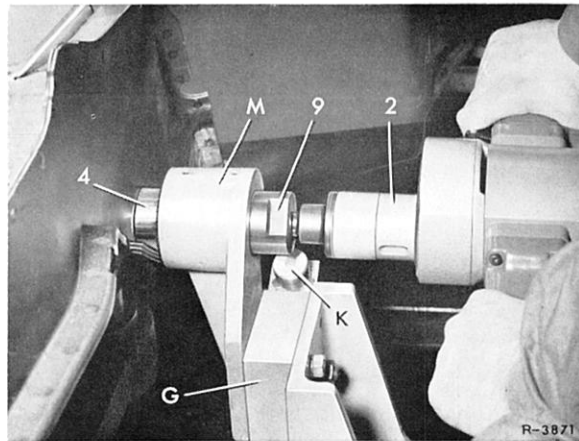

Bild 62-1/3
9 Bohrung für das Zapfenlager mit Hilfe der Bohrlehre (M) fräsen, wie in Bild 62-1/3 gezeigt. Hierzu Augenfräser (4) mit dem Aufnahmedorn (9) verwenden.
11 Lochbild für die Lenkung mit Hilfe der Bohrbüchse (H) und des extra langen Spiralbohrers (7) bohren, wie in Bild 62-1/4 gezeigt. Hierbei jeweils die Bohrbüchse (H) aus-